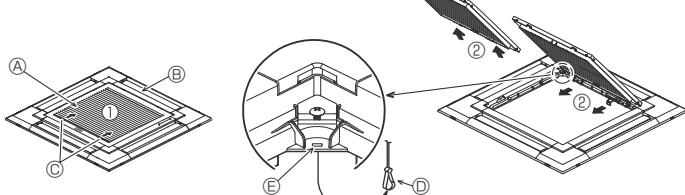
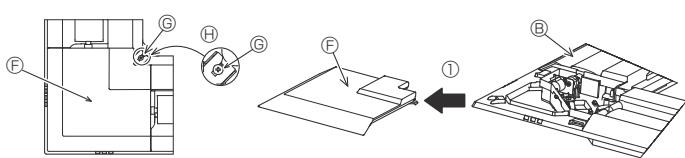

Fig. 9-3
Fig. 9-4
9.2.1. Remoção da grelha de admissão (Fig. 9-3)
- Deslize as alavancas na direcção indicada pela seta ① para abrir a grelha de admissão.
- Com a grelha de admissão na posição “aberta”, retire a dobradiça da grelha de admissão da grelha tal como indicado pela seta ②.
9.2.2. Remoção do painel de canto (Fig. 9-4)
- Desaperte os 4 parafusos do canto. Faça deslizar o painel de canto na direcção da seta ① da figura e retire o painel de canto.
[Fig. 9-3] [Fig. 9-4]